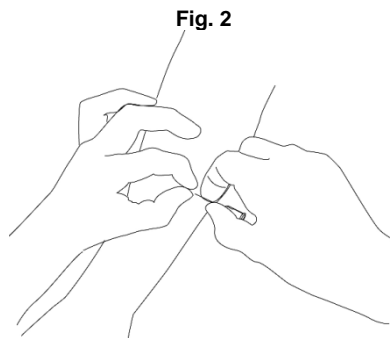
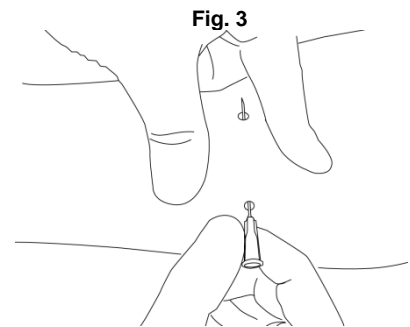

Fig. 2
Fig. 3
2. Prendere la cannula dell'introduttore ed inserirla attraverso il segno circolare che contrassegna il foro di uscita (fig. 2) e proseguire attraverso la pelle fino al segno del foro di ingresso del catetere (fig. 3). Evitare la penetrazione nelle marcature.
2. Tome la cánula de introducción e insértela a través de la marca circular del orificio de salida del catéter (Fig. 2) y continúe a través de la piel hacia la marca del orificio de entrada del catéter (Fig. 3). Evite la penetración de las marcas reales.